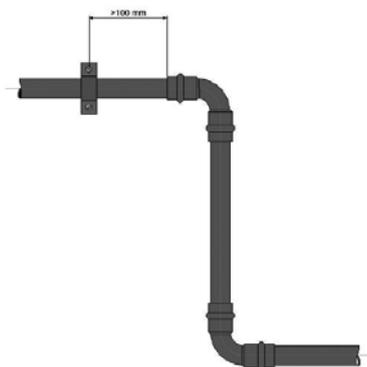

Abbildung 7.4
1. Niemals Befestigungsschellen, die einen Festpunkt bilden, in der Nähe eines Fittings anordnen. (Abb. 7.4)